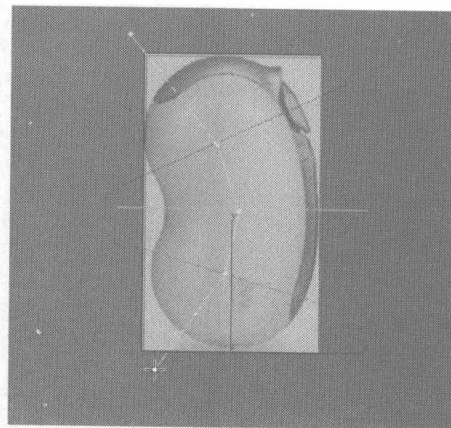

图 3.10
- 08 在 Create 控制面板中单击  按钮，再单击 **Line** 按钮，在 Left 视图中 MP3 侧面位置绘制如图 3.10 所示的二维线。